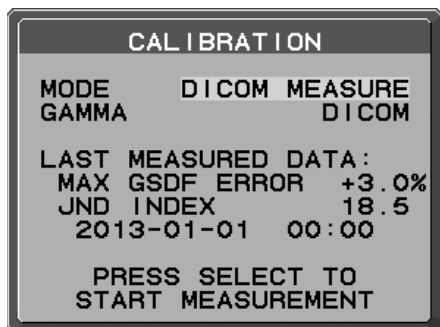

Рисунок D.1
2. Используйте кнопки ВЛЕВО или ВПРАВО, чтобы в настройке РЕЖИМ выбрать команду ИЗМЕРЕНИЕ DICOM (Рисунок D.1).